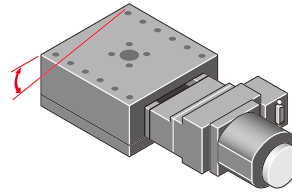

図3-11 平行度
3.1.1 平行度[JIS B 6330-1980準拠]【図3-11】